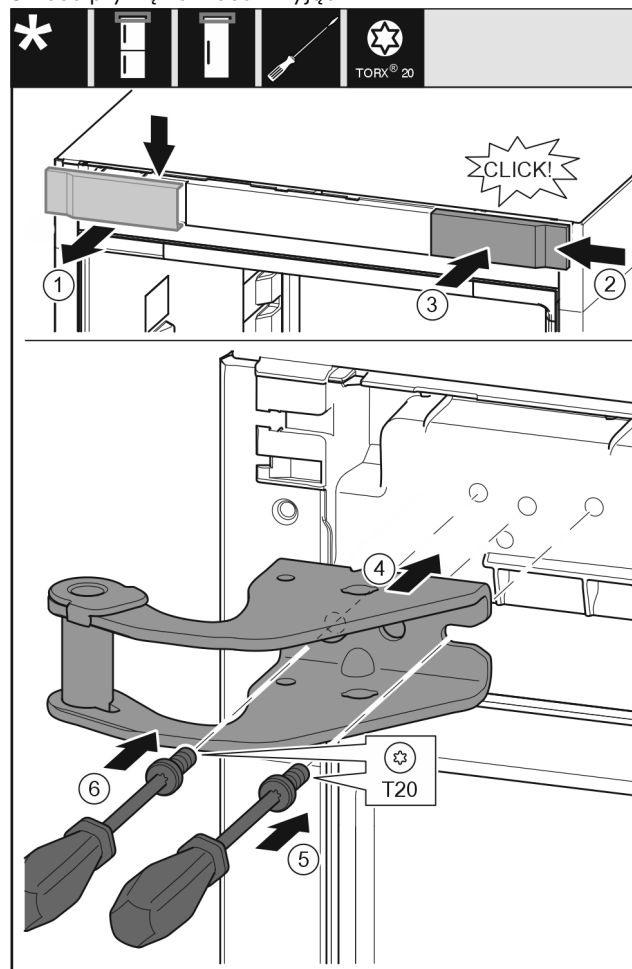

Fig. 11
- ▶ Wyjąć osłonę od góry do przodu. Fig. 11 (1)
- ▶ Osłonę obróconą o 180° założyć z drugiej strony od prawej. Fig. 11 (2)
- ▶ Zażębić osłonę. Fig. 11 (3)
- ▶ Założyć górną płytkę zawiasu. Fig. 11 (4)
- ▶ Śrubę założyć przy pomocy śrubokręta T20 i mocno dokręcić. Fig. 11 (5)
- ▶ Śrubę założyć przy pomocy śrubokręta T20 i mocno dokręcić. Fig. 11 (6)